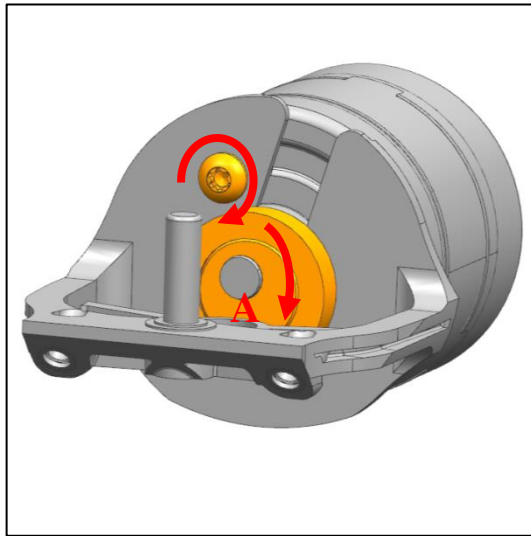

Abb. 30
- c) Drehen Sie den Exzenter (A), sodass Sie die obere Flanschbohrung gut zu erreichen ist. Schrauben Sie den Motorhalter mit einer Schraube mit 0,7Nm fest. Verwenden Sie dazu einen Torx-10 Drehmomentschlüssel (Abb. 30).